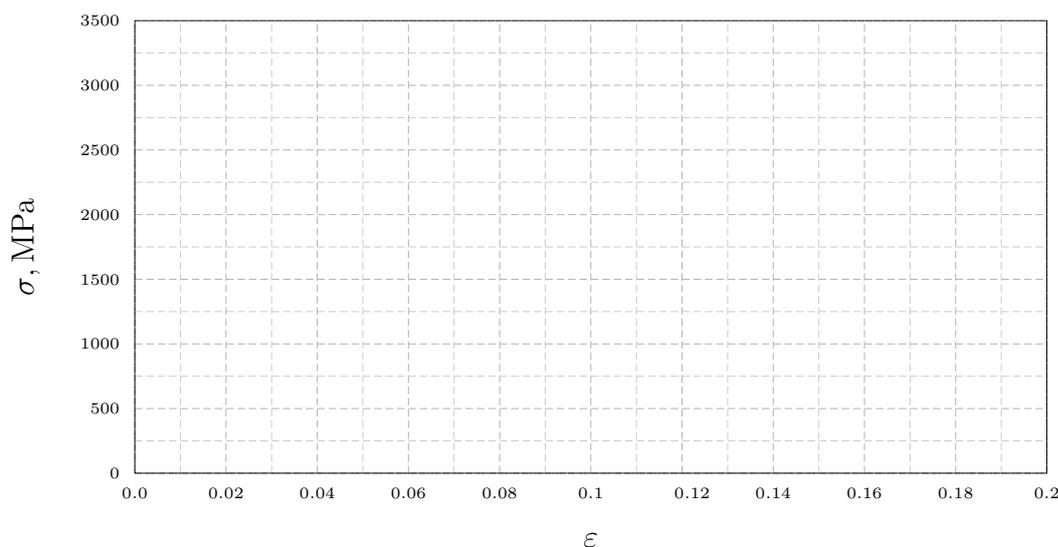

FIGURE 1 – Courbe de traction réelle du matériau recuit
a) Esquissez la courbe de traction réelle de ce matériau dans le graphique de la Fig. 1.